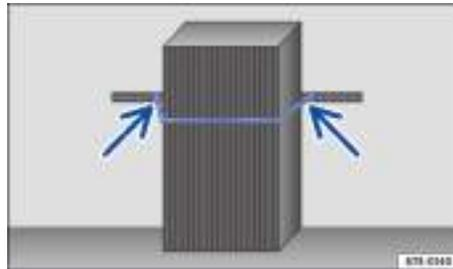

Fig. 130 Representación esquemática: fijar la carga.
- Coloque la cinta con hebilla alrededor de la carga → fig. 130 y fíjela en las argollas de amarre (flechas).